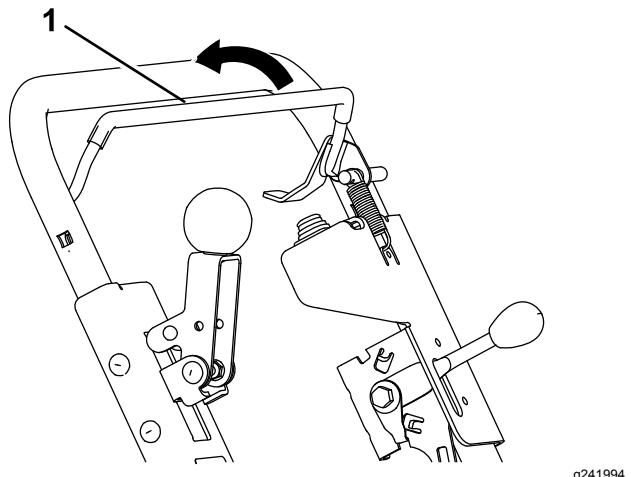

Figure 7
- Pour démarrer la machine, serrez la barre de présence de l'utilisateur (Figure 7). Continuez à serrer la barre pour faire tourner la machine.